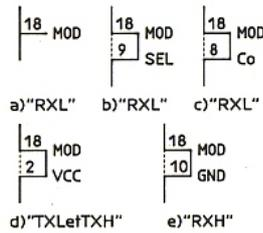

Figure 4
- C'est la broche "MOD" (broche 18) qui fixe le mode de fonctionnement, selon les modalités définies à la **figure 4** : on notera qu'en mode RXL, trois branche-